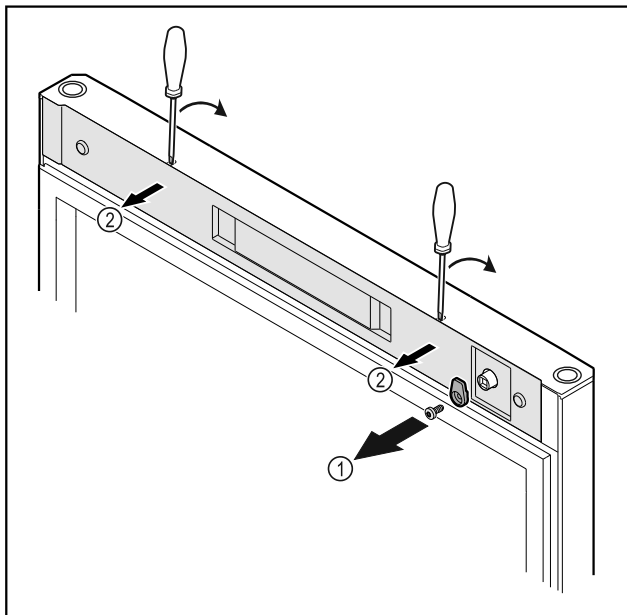

Fig. 20
- ▶ Atsukite uždarymo kabliuką Fig. 20 (1).
- ▶ Atfiksukite dengiamąją plokštelę Fig. 20 (2) mažu atsuktuvu ir nuimkite.